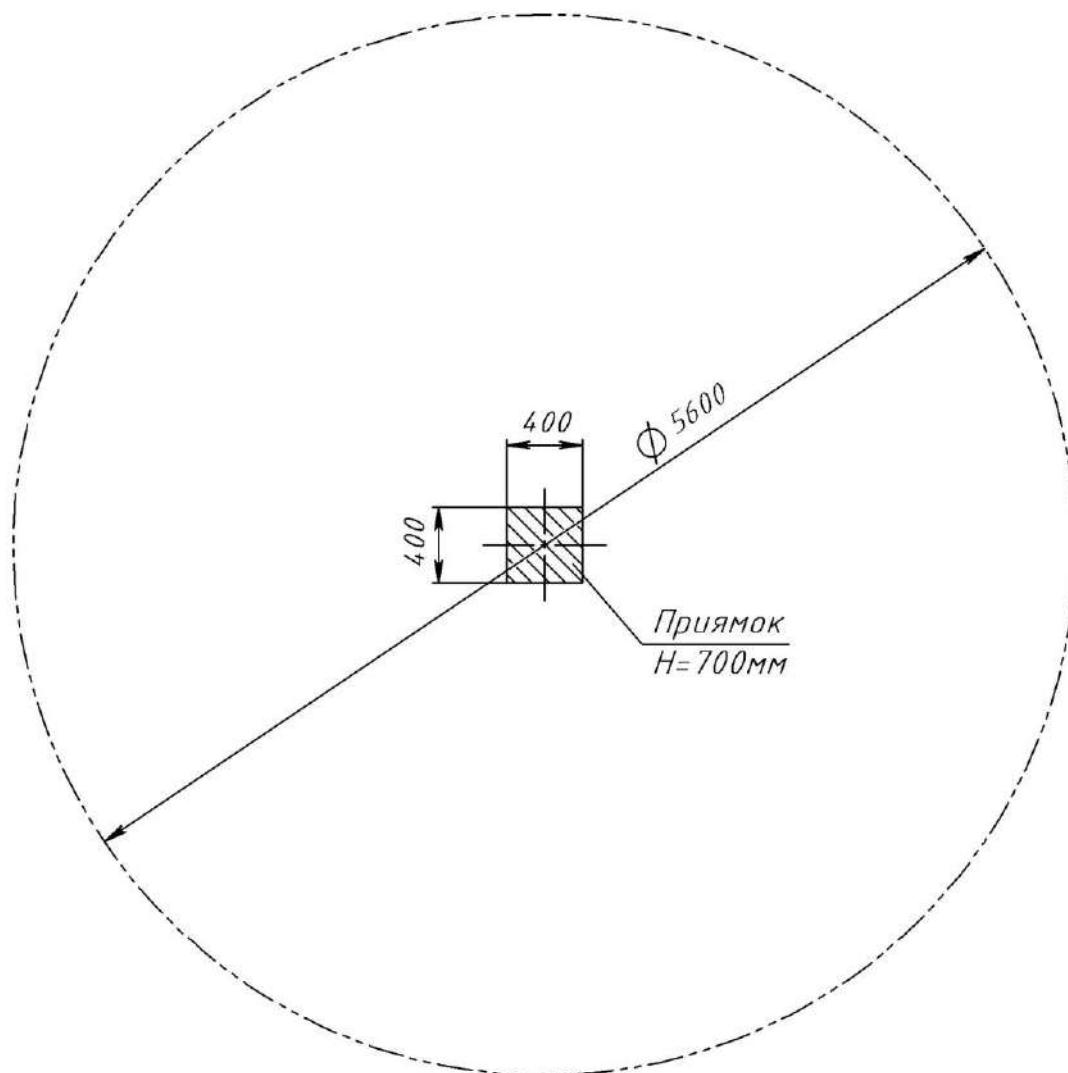

Рис.3 План фундаментного прямка карусели РТР 073
3.6. Монтаж карусели заключается в бетонировании фундаментного блока с последующим закреплением на нем болтами основания **1**, на которое устанавливается поворотная платформа **2** и штурвал **4**. Фундаментный приямок выполнить в соответствии с планом фундамента (рис. 3).